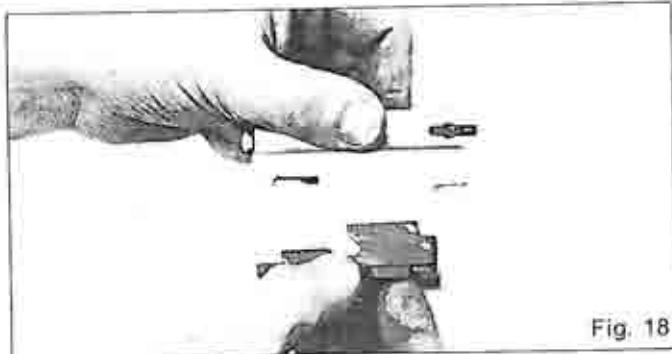

Fig. 18
- g3. Rimontare il gruppo otturatore accoppiando il carrello otturatore al corpo otturatore (Fig. 18).
*Reassemble the breech bolt assembly by fixing the breech bolt body (Fig. 18).*
*Remonter l'ensemble culasse mobile, en accouplant le chariot de la culasse mobile avec le corps de la culasse mobile (Fig. 18).*